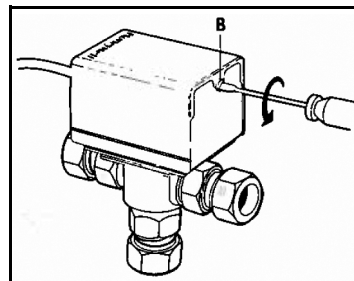

Fig. 2.
2. Remove cover (Fig. 2).
2. Verwijder de kap (Fig. 2).
2. Enlever le couvercle (Fig. 2).
2. Deckel abnehmen (Abb. 2).